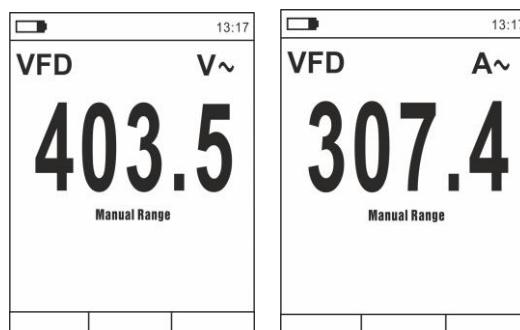

Fig. 11 Description mesure de Tension ou Courant CA en mode VFD
3. Appuyer longue sur la touche **MODE/VFD** et sélectionner le mode "VFD" (voir Fig. 11)